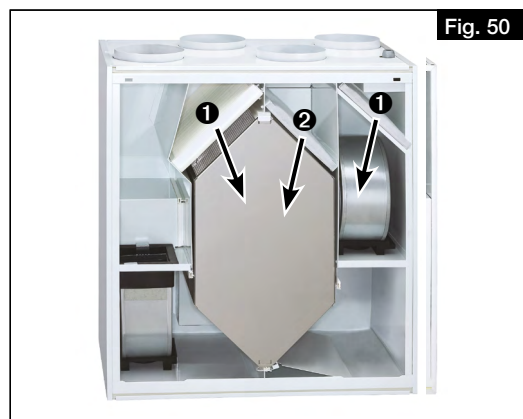

Fig. 50
2. Retirer le filtre air extérieur **1** et air extrait **2** vers l'avant et les remplacer (voir Fig. 50).